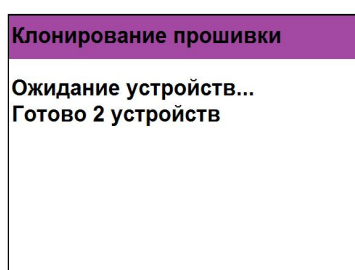

Рисунок 16 - Ожидание устройств для клонирования загрузчика ППК-мастер
- 1.3.1. На ППК-мастер необходимо зажать кнопку “0” на клавиатуре и произвести подключение питания. ППК-мастер автоматически перейдет в режим поиска ППК в CAN сети для клонирования загрузчика (рисунок 16).